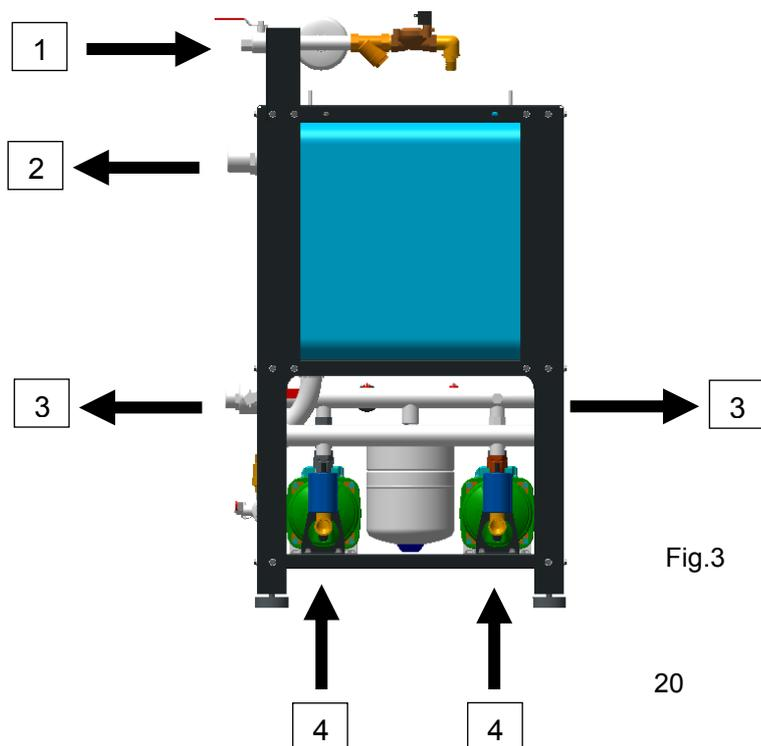

Fig.3
Après avoir positionné et stabilisé l'AQUATWIN TOP procéder au raccordement avec le réseau public en utilisant un tuyau de 1" branché à la vanne d'arrêt (réf.1. fig.3).
**Raccorder les aspirations** (réf.4. fig.3) aux tuyaux provenant des citernes d'accumulation de l'eau de pluie, en veillant à créer une pente desdits tuyaux vers le réservoir pour éviter la formation de poches d'air (éviter les cols de cygne, les tuyaux ne doivent jamais passer au-dessus des pompes), éviter également que les tuyaux créent des efforts au niveau des orifices d'aspiration.
**Le raccordement au réseau** des utilisations secondaires (eau non potable) peut être effectué d'un côté ou de l'autre du collecteur de refoulement (réf.3 fig.3) avec un tuyau flexible de 1"1/2; il n'est pas nécessaire d'installer un vase d'expansion, le système AQUATWIN TOP est déjà muni d'un vase de 8 litres.
**Raccorder le trop-plein** avec un tuyau de 2" (réf.2 fig.3), ce tuyau devra aboutir à un puisard d'évacuation pour éviter les inondations en cas de mauvais fonctionnements ou débordements du système.